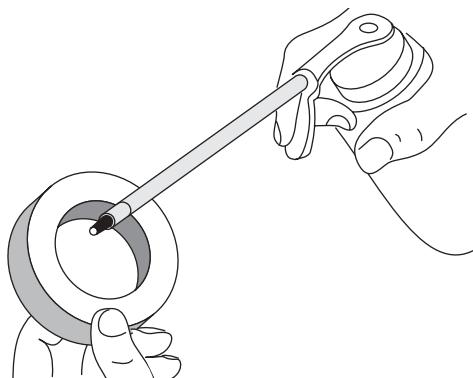

Fig. 24
- Appliquez suffisamment d'huile propre pour enduire légèrement le filtre (Fig. 24).